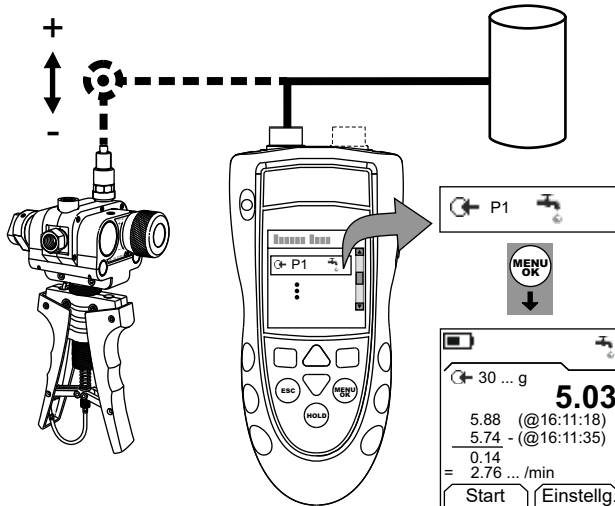

Abbildung 3: Beispielkonfiguration: Leckagetest
1. Schließen Sie das Gerät an (Abbildung 3) und ändern Sie ggf. die Option *Konfig.* (Tabelle 1).